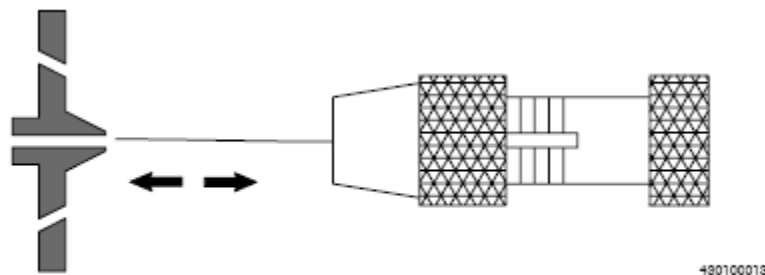

Figure 1 Correct direction to insert a pin-type probe into a nozzle (CF nozzle disk shown)
3. Wenn die Düsenöffnungen gereinigt werden müssen, verwenden Sie eine Stiftsonde, die eine Größe kleiner als die Öffnungsgröße ist. Führen Sie die Sonde in der dem Klebstofffluss entgegengesetzten Richtung ein und entfernen Sie die Sonde, ohne sie zu verdrehen, wie in Abbildung 1 gezeigt.